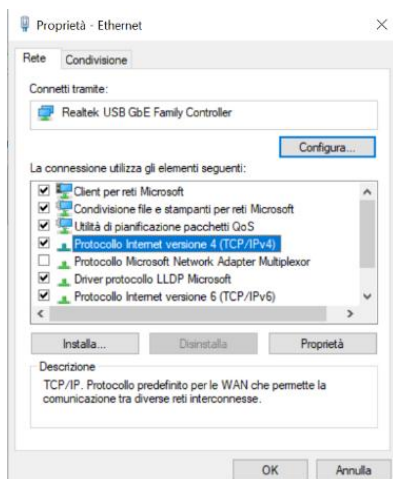
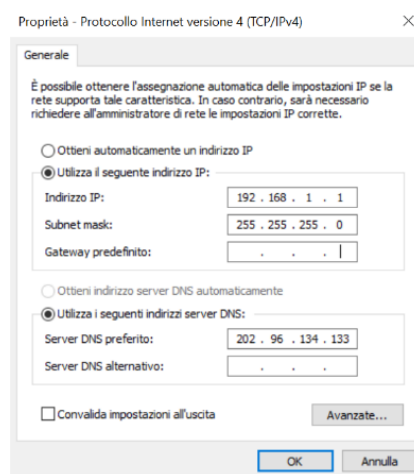

Fig. 13
Fig. 14
7. Dal menù di proprietà Ethernet (Fig.13), selezionare "Protocollo Internet versione 4 (TCP/IPv4) e premere il pulsante proprietà che si sarà nel frattempo abilitato. Si aprirà la schermata (Fig.14)